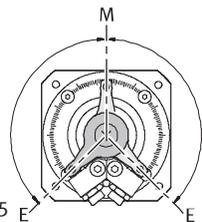

Fig. 15
5. Använd helst symmetriska vinkelinställningar enligt DSM:s symmetrilinje M (Fig. 15). Dessa ger en jämnare rörelse mellan höger- och vänstervridning.